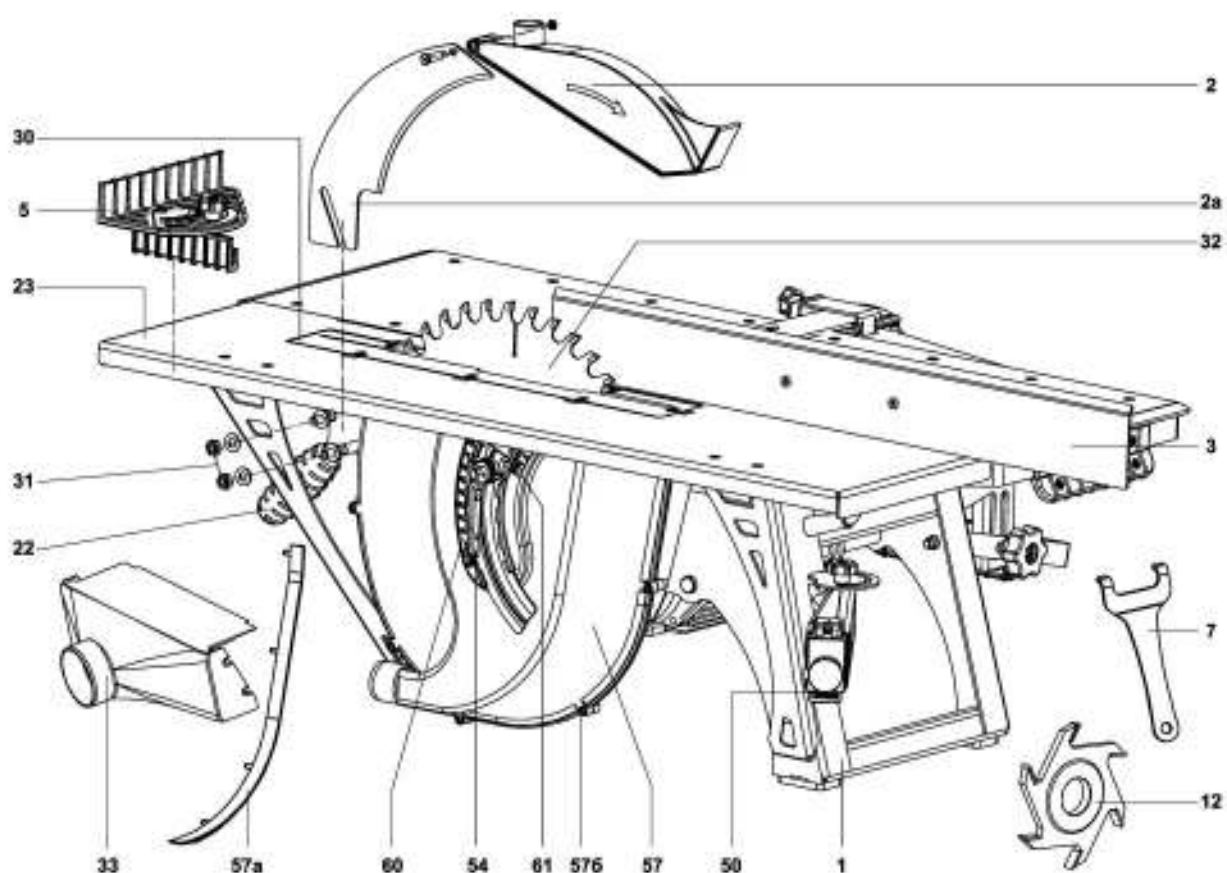

Рисунок 1
- патрубок диаметром 63 мм на кожухе для удаления стружки при строгании 33 (рис. 1);
- патрубок диаметром 38 мм на кожухе пыльного диска 57 (рис. 1);
- патрубок диаметром 28 мм на ограждении пыльного диска 2 (рис. 1).